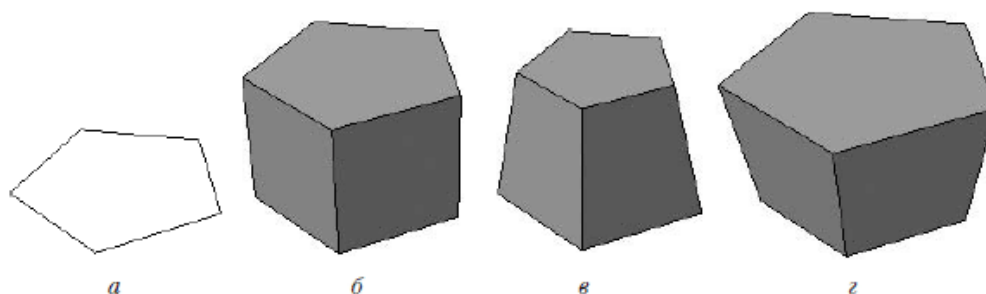

Рис. 3.5. Выдавливание: эскиз (*а*), сформированный трехмерный элемент (*б*), уклон внутрь (*в*) и уклон наружу (*г*)
- *Выдавливание.* Форма трехмерного элемента образуется путем смещения эскиза операции (рис. 3.5, *а*) строго по нормали к его плоскости (рис. 3.5, *б*). Во время выдавливания можно задать уклон внутрь или наружу (рис. 3.5, *в* и *г*). Контур эскиза выдавливания не должен иметь самопересечений. Эскизом могут быть: один замкнутый контур, один незамкнутый контур или несколько замкнутых контуров (они не должны пересекаться между собой). Если вы формируете основание твердого тела выдавливанием и используете в эскизе несколько замкнутых контуров, то все эти контуры должны размещаться внутри одного габаритного контура, иначе вы не сможете выполнить операцию. При вырезании или добавлении материала выдавливанием замкнутые контуры могут размещаться произвольно.